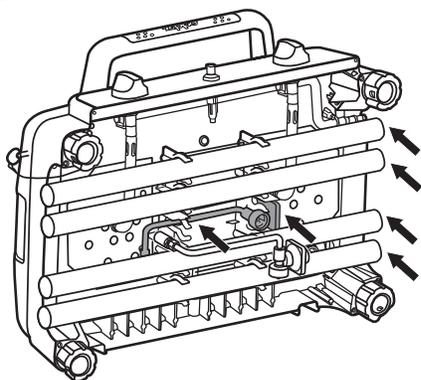

figure 17
- S'assurer que les pieds en option et le régulateur sont bien placés dans le compartiment d'entreposage, comme illustré à la figure 17.